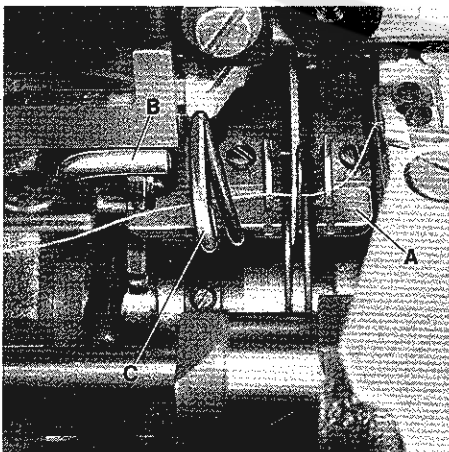
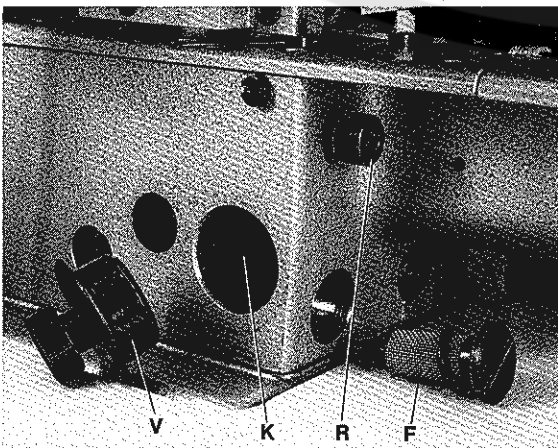
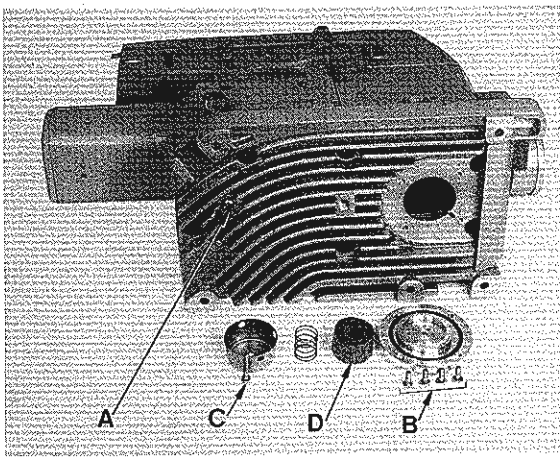

Fig. 7
Fig.9
Fig.11
For easier threading of the looper thread, the cast-off plate (A, Fig. 7) will flip-up when pressing lever (B). After threading push the cast-off (A, Fig. 7) at lever (C) back to its home position (see Fig. 8).
For cleaning, the cast-off plate (A, Fig. 7) can be removed completely. Rotate pulley until the flat side of take-up points up. Flip-up cast-off plate by pressing lever (B) and turn out thumb screw (R, Fig. 9). Make sure that the cast-off plate is positioned above the flip-up spring when reassembling.
Zum besseren Einfädeln des Greiferfadens kann die Fadenabzugsplatte (A, Fig. 7) durch Drücken des Hebels (B) nach oben ausgeschwenkt werden. Nach dem Einfädeln wird die Fadenabzugsplatte (A, Fig. 7) am Hebel (C) wieder in ihre Ausgangsstellung zurückgedrückt (siehe Fig. 8).
Zum Reinigen kann die Fadenabzugsplatte (A, Fig. 7) ganz herausgenommen werden. Drehen Sie am Handrad bis die flache Seite des Fadenaufnehmers oben ist. Schwenken Sie durch Drücken des Hebels (B) die Platte nach oben und drehen Sie die Rändelschraub (R, Fig. 9) heraus. Setzen Sie die Fadenabzugsplatte wieder so ein daß sie oberhalb der zum Hochdrücken dienenden Feder liegt.
The main oil filter (D, Fig.11) and the oil filter (F, Fig.9) have to be cleaned in petroleum at every oil change. The main oil filter (D, Fig.11) is accessible when removing screws (B) and (C). The oil filter (F, Fig.9) can be removed by turning it counterclockwise.
Chamber (K, Fig.9) behind plug (V, Fig.9) has to be cleaned daily.
Der Hauptölfilter (D, Fig.11) und der Ölfilter (F, Fig.9) müssen bei jedem Ölwechsel in Petroleum gereinigt werden. Der Hauptölfilter (D, Fig.11) ist nach Lösen der Schrauben (B) und (C) zugänglich. Der Ölfilter (F, Fig.9) wird durch Drehen im Gegenuhrzeigersinn entfernt.
Die Kammer (K, Fig.9) hinter dem Verschluss-Stopfen (V, Fig.9) muß täglich gereinigt werden.